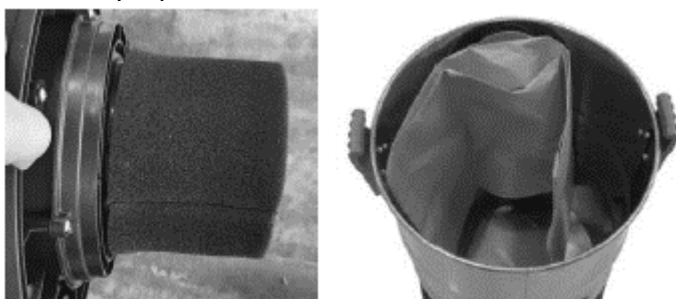

Рис.3
5.2. Установка/снятие фильтра (Рис.3).
- Наденьте прилагаемый фильтр из вспенённого полимера на корпус фильтрующего элемента для сбора влаги (Рис.3).